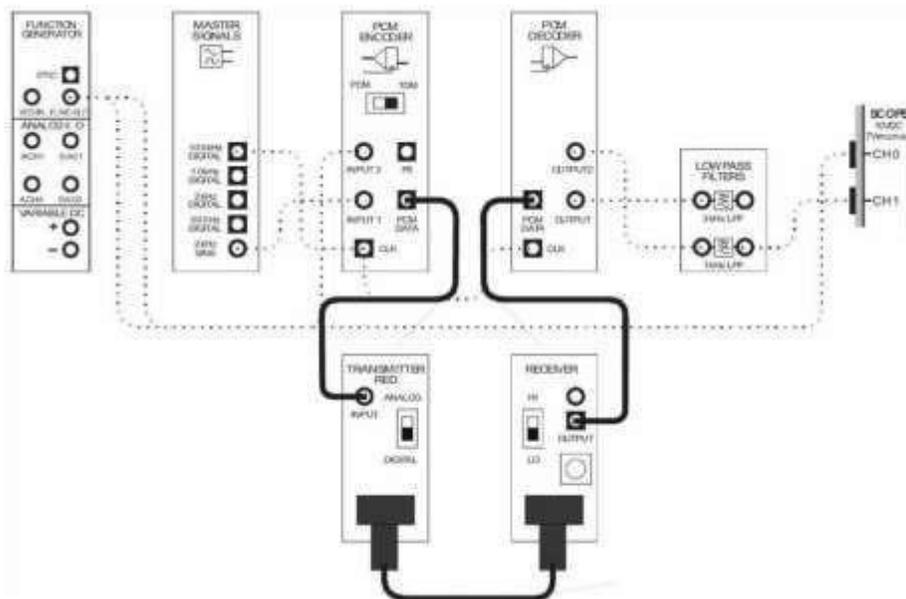

Figura 3.
4. Sin desconectar el cableado ya existente, desconectar la entrada PCM DATA del módulo PCM DECODER y llevarla a la entrada del módulo transmisor seleccionado, conectar la entrada PCM DATA a la salida del módulo receptor seleccionado, conectar con un puente óptico el transmisor y el receptor (Figura 3).